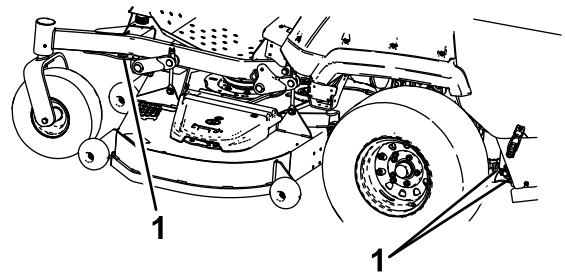

Figure 35
6. Arrimez la machine près des roues pivotantes avant et du cadre arrière à l'aide de sangles, chaînes, câbles ou cordes (Figure 35). Voir la réglementation locale concernant les exigences en matière d'arrimage.